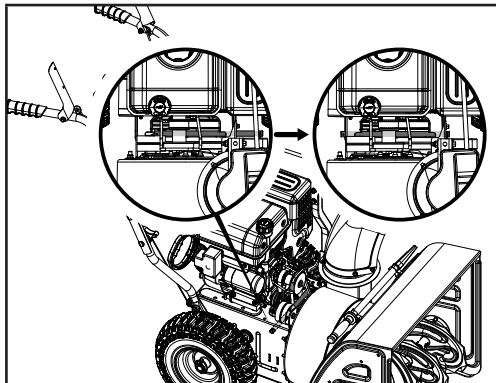

Figure 30
11. Ré-assemblez la tige de soutien en la repoussant en place; assurez-vous qu'elle est bien engagée dans le disque d'embrayage et remettez en place la rondelle et la pince (figure 30).